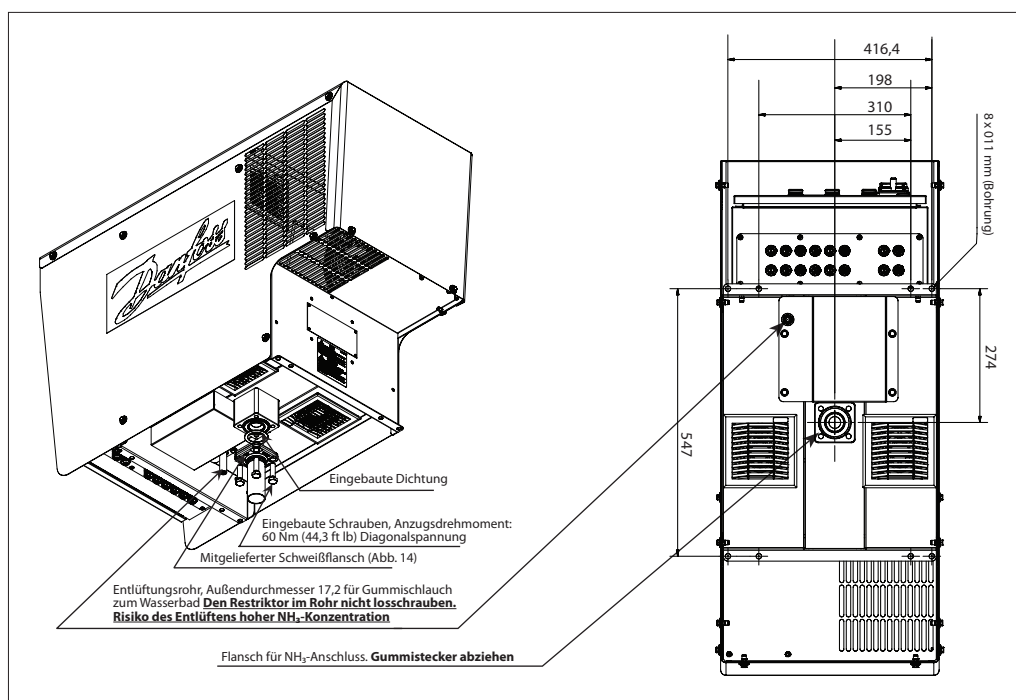

Abb. 13 Ammoniakanschluss
1. Bereiten Sie die Ammoniakleitungen mit dem Schweißflansch gemäß Abb. 13 und 14 vor. Der Mindestinnendurchmesser der Haupt-/Ablassleitungen darf nie kleiner als 37 mm (1,5 Zoll) sein.